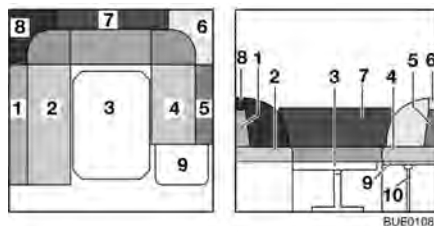

Bild 90 Under ombyggnaden
- Sätt in stödet (Bild 90,10) i hållaren på sänglådans förlängning.
- Tag bort ryggdynorna (Bild 90,1, 5, 6, 7 och 8) och lägg dem åt sidan.